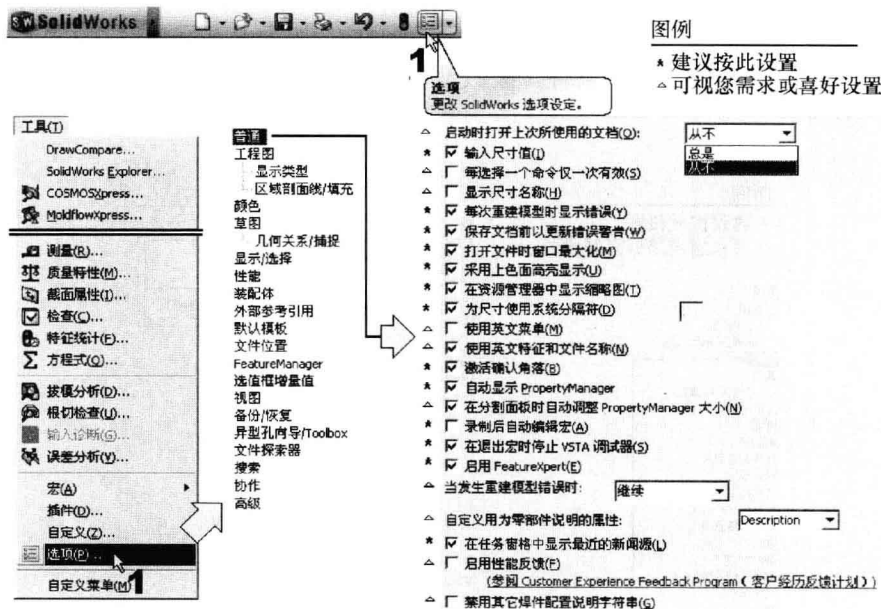
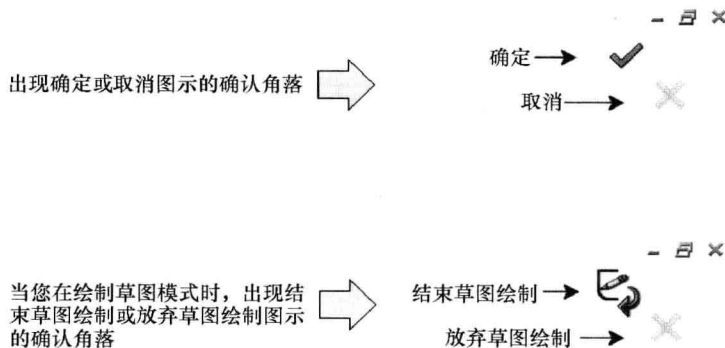

图 1-5 调用系统设置的命令和系统的“普通”设置
图 1-6 确认角落的效果
SolidWorks 的系统设置，就和 Pro/ENGINEER 的设置方式一样，选择“工具”→“选项”命令即可。但是其设置的方法却和 AutoCAD 类似，以交互式的方式来设置，而 Pro/ENGINEER 是采用以系统变量值来控制的方式。请按图 1-5 所示来操作。
(1) “普通”设置。图 1-5 中显示了“普通”设置的界面。我们可以在此指定一般系统选项，如激活性能反馈选项、确认角落等。其中，当选中“激活确认角落”复选框时，就会有如图 1-6 所示的效果。
另外，图 1-5 倒数第二个设置项提到了是否激活“性能反馈”。“性能反馈”就是一个性能信息，一旦选中此项来激活，系统就会帮您将该信息发送到 SolidWorks 公司网站，以